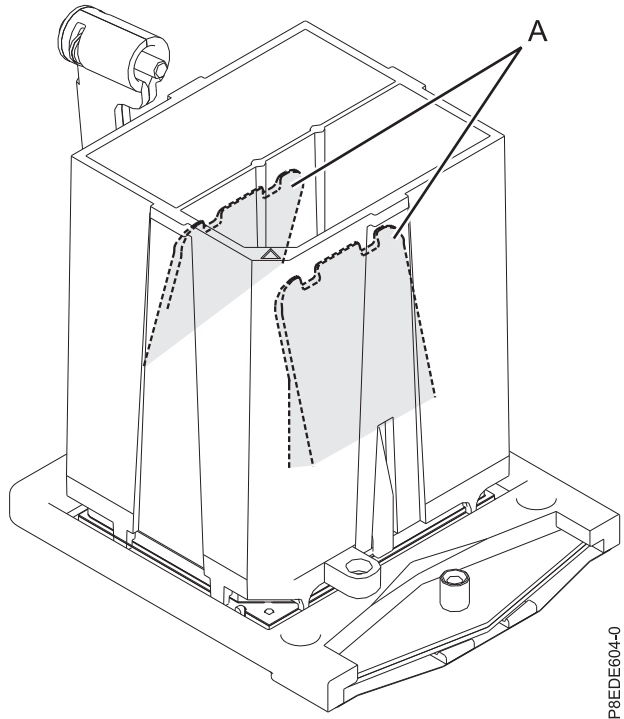

Figure 17. Retrait de l'outil du module processeur système
8. Une fois que le module processeur système est correctement aligné, appuyez sur les deux pattes de déverrouillage de couleur bleue (A) et maintenez cette pression jusqu'à ce qu'une butée soit atteinte, comme illustré dans la figure 17, à la page 19. Ensuite, soulevez l'outil hors du module processeur système.